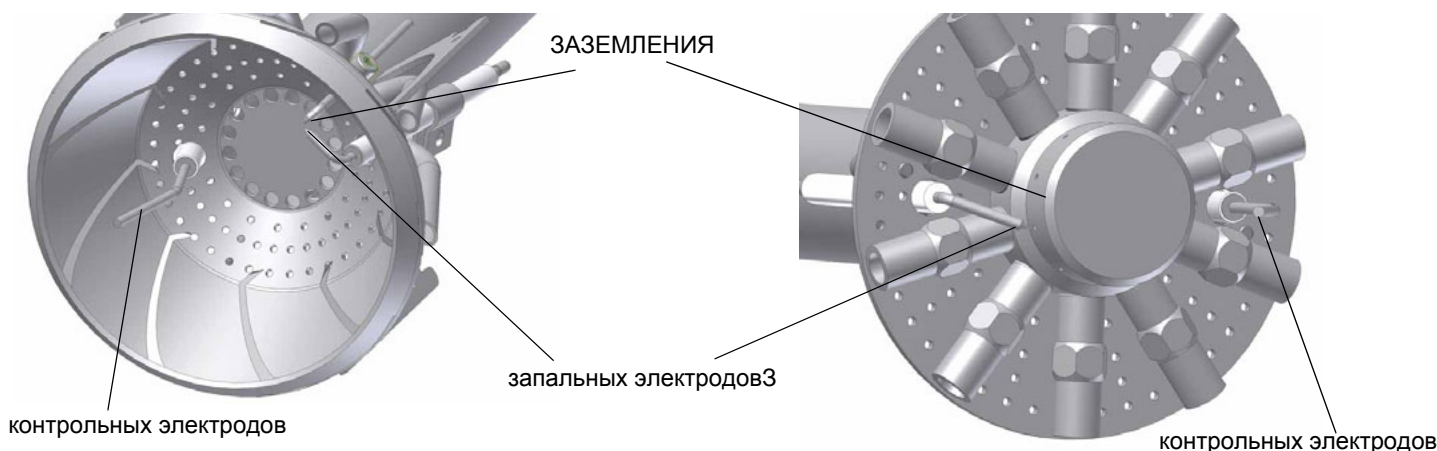

Рис. 59
**ВНИМАНИЕ:** чтобы не подвергать риску работу горелки, избегать контакта запальных и контрольных электродов с металлическими частями горелки (голова сгорания, сопло и т.д.). Проверять положение электродов каждый раз после выполнения каких-либо работ на голове сгорания. Убедиться, что расстояние между запальным электродом и массой составляет 4 - 5 мм. (см. Рис. 59)